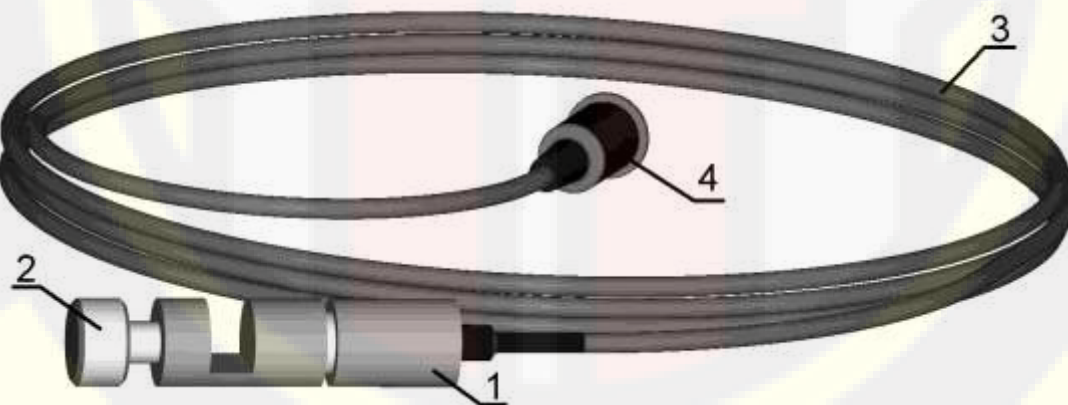

Рис.7 Датчик частоты вращения коленчатого вала
8.2.4. Подключить датчик частоты вращения коленчатого вала (рис. 7) к разъему оптического блока.
Установить датчик частоты вращения коленчатого вала на топливной трубке 1-го цилиндра, зажав датчик винтом 2 (рис. 7). Запустить двигатель и прогреть его, используя нагрузочные режимы или многократное повторение циклов свободного ускорения. Температура должна быть в пределах, установленных предприятием – изготовителем, но не ниже 60°C. Измеряют значения  $n_{\min}$  и  $n_{\max}$ , которые должны быть в пределах, установленных предприятием – изготовителем. Выход из режима – кнопкой "Enter".